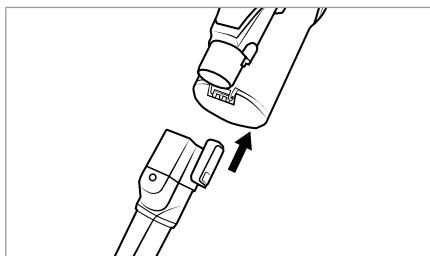

Fig. 14
- ♦ Sæt tilbehøret på sugerøret **23** eller produktets sugeåbning, indtil det klikker hørbart på plads (se fig. 14). Vær opmærksom på, at låsen har den rigtige stilling.